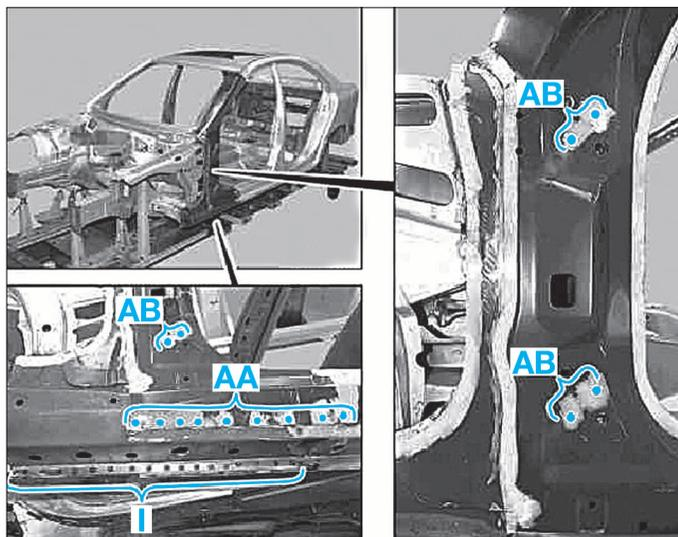

FIG. 57
- Souder en cordon continu sous protection gazeuse le bas de caisse sur le pied AV zone (B).
- Souder à la pointeuse électrique par résistance par points le pied AV sur le bas de caisse zone (I) (Fig.57).